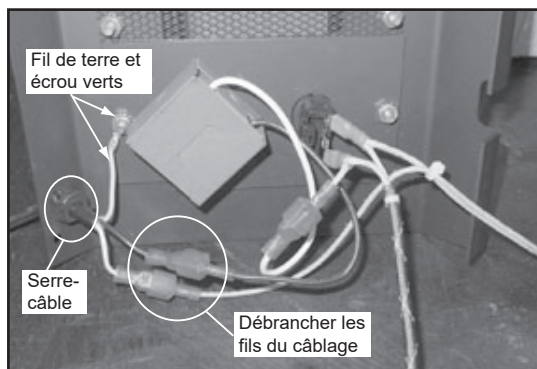

Figure 23.1
1. Retirez la borne verte de mise à terre et décrochez le neutre (blanc) et les câbles électriques du reste de l'harnais. **Figure 23.1.**